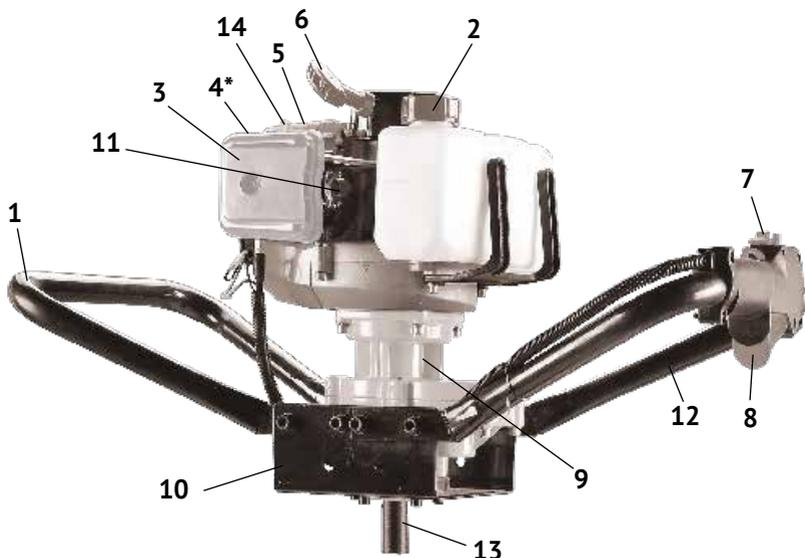

рис.1
2.4 Общий вид бензобура представлен на рис.1
3.1 Металлический редуктор бензобура (рис.1 поз.9) с двигателем и рукоятки (рис.1 поз.1 и 12) закреплены на стальной соединительной планке (рис.1 поз.10). Соосный с валом двигателя шестерёнчатый редуктор понижает частоту вращения, что приводит к увеличению крутящего момента на выходном валу (рис.1 поз.13). На выходной вал стандартного размера (\varnothing 20мм) крепится рабочий инструмент бензобура: шнеки для бурения скважин в грунте или лунок во льду.
3.2 Бензобур оснащён одноцилиндровым двухтактным двигателем внутреннего сгорания с вертикальным расположением коленчатого вала. Двигатель имеет карбюраторную систему питания. Пуск двигателя осуществляется ручным тросовым возвратным стартером (рис.1 поз.6).
Открутите крышку (рис.1 поз.2) топливного бака. Заливайте топливо в бак не более чем на 1 см ниже уровня основания заливной горловины. Перед запуском двигателя тщательно протрите топливный бак, удалив возможные при заправке брызги топлива.
- перевести выключатель зажигания (рис.1 поз.7) в положение «ВКЛ»;
- перевести рычаг воздушной заслонки (рис.1 поз.14) в положение «закрыто» - (крайнее левое положение) при пуске холодного двигателя (для прогретого двигателя рычаг устанавливается в промежуточном положении);
- нажмите несколько раз на кнопку ручной подкачки топлива (рис.1 поз.11);
- резко, с усилием потяните рукоятку стартера (рис.1 поз.6) до упора, повторите действие ещё раз, если двигатель не завёлся.
6.1.2 При нажатии на рычаг дроссельной заслонки (рис.1 поз.8), увеличатся обороты двигателя и, после срабатывания центробежного сцепления, шнек начнёт вращаться. Скорость вращения шнека регулируется нажатием на рычаг дроссельной заслонки.
- перевести выключатель зажигания (рис.1 поз.7) в положение «ВЫКЛ».